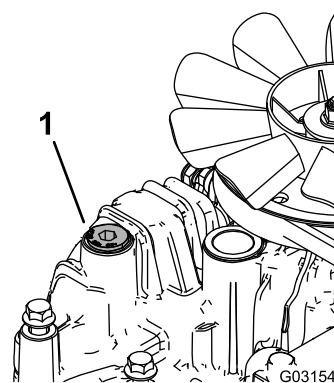

Figure 86
11. Desserrez le bouchon d'aération de chaque transmission de sorte qu'il soit lâche et puisse bouger (Figure 86).